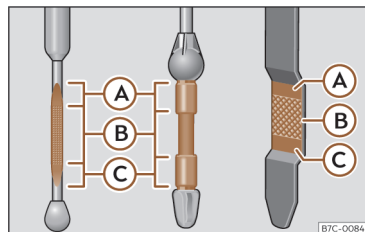

Fig. 200 Vareta de medição do nível de óleo.
Legenda da >>> Fig. 200:
- Em seguida, retire-a novamente e verifique o nível do óleo >>> **Fig. 200.** Caso seja necessário, reponha óleo do motor.
- Quando o nível de óleo atingir pelo menos a zona >>> **Fig. 200 Ⓑ**, enrosque a tampa do bocal de enchimento com cuidado >>> ⓘ.